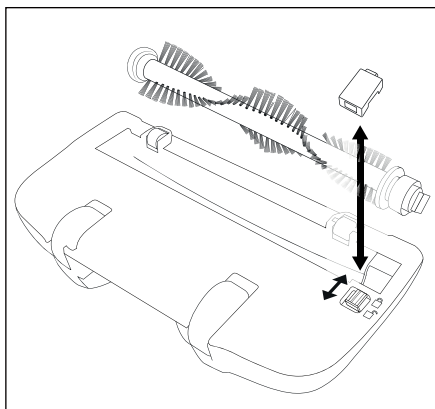

Fig. 5
- 2) Împingeți piedica plăcii de acoperire în direcția simbolului și scoateți placa de acoperire (fig. 5).
- 7) Introduceți la loc placa de acoperire până se cuplează. Placa de acoperire se blochează prin împingerea automată a piedicii în direcția simbolului (fig. 5).